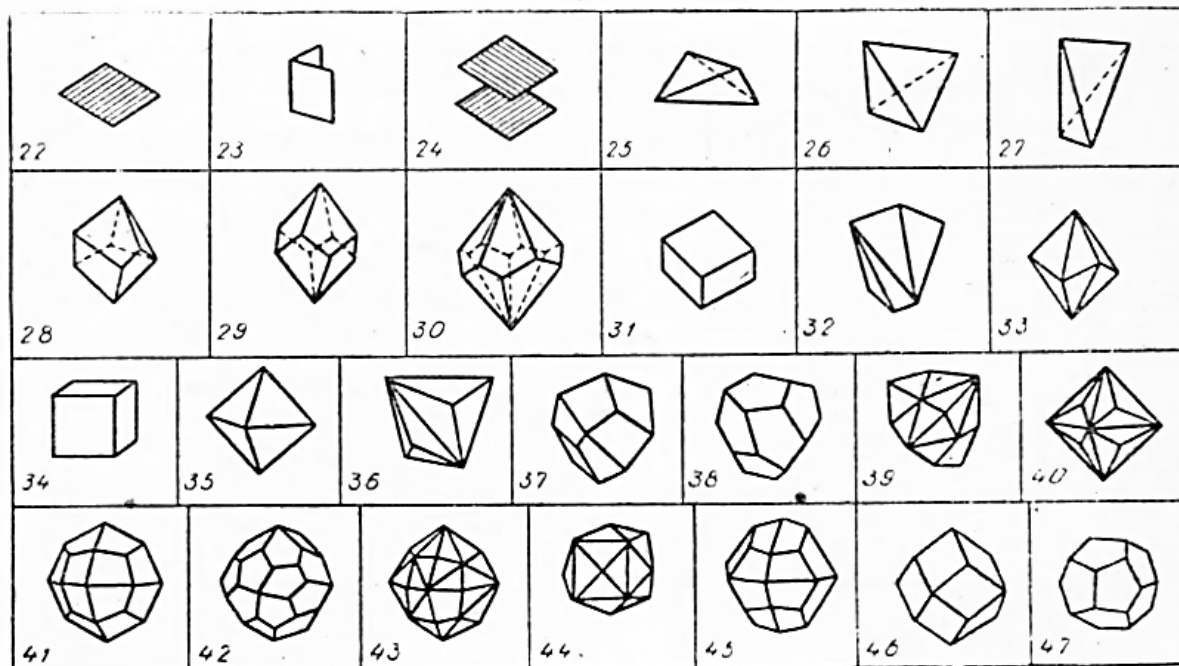

Рис. 1. Простые формы кристаллов.
**Задание 1.** Ознакомьтесь с номенклатурой простых форм кристаллов (рис. 1), научитесь определять элементы симметрии и название простой формы на моделях кристаллов. Результаты определения оформить в виде таблицы 2.